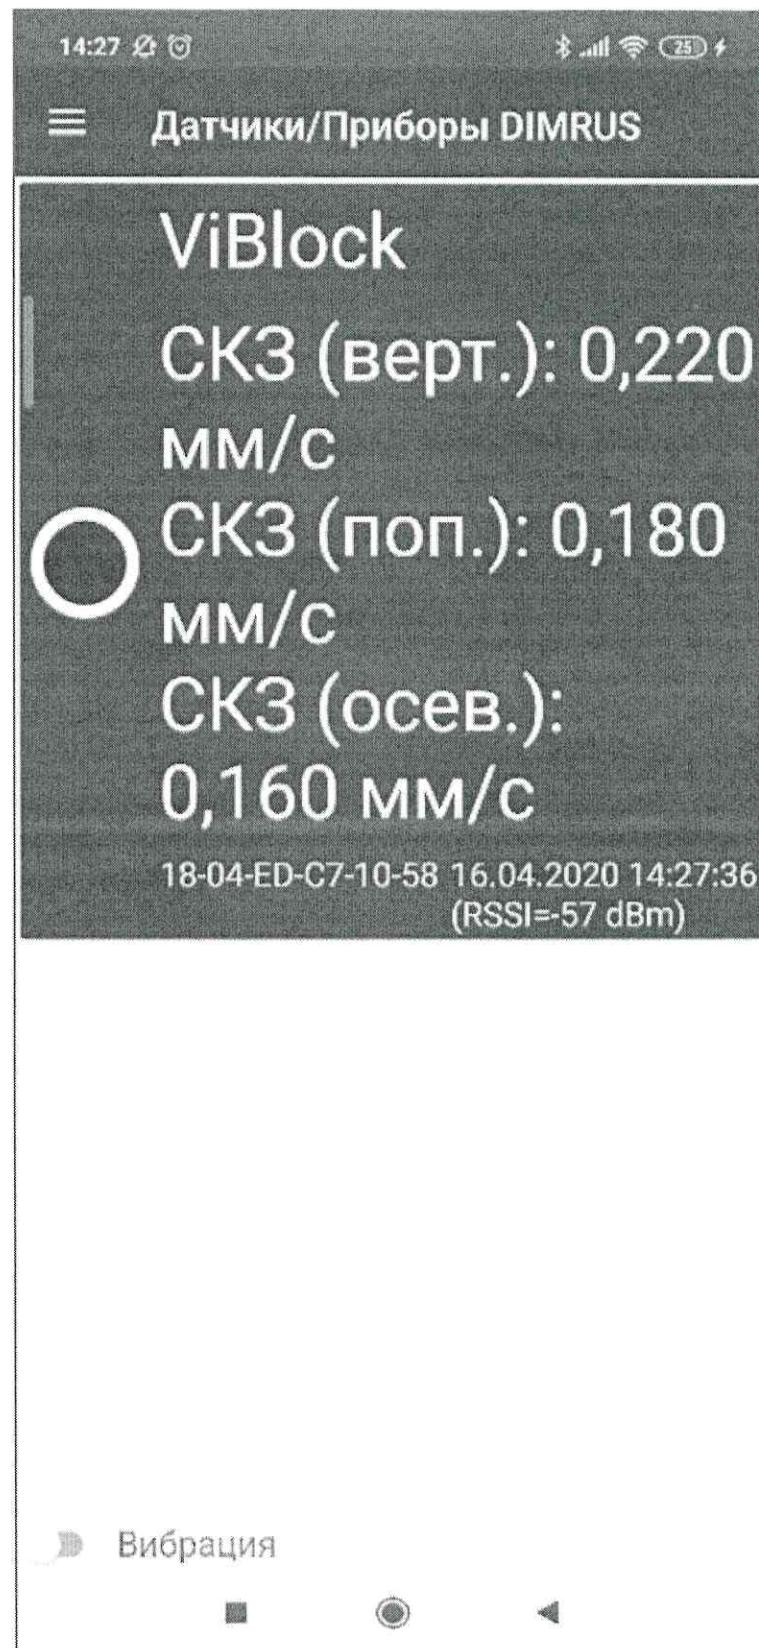

Рисунок 3 – Отображение прибора беспроводного для измерения вибрации ViBlock в ПО «Беспроводные датчики DIMRUS».
6.5 После запуска программы на экране должны отобразиться все найденные устройства ООО ПВФ «Вибро-Центр» с беспроводными интерфейсами. Выберите прибор беспроводной для измерения вибрации ViBlock с нужным серийным номером (рисунок 3).